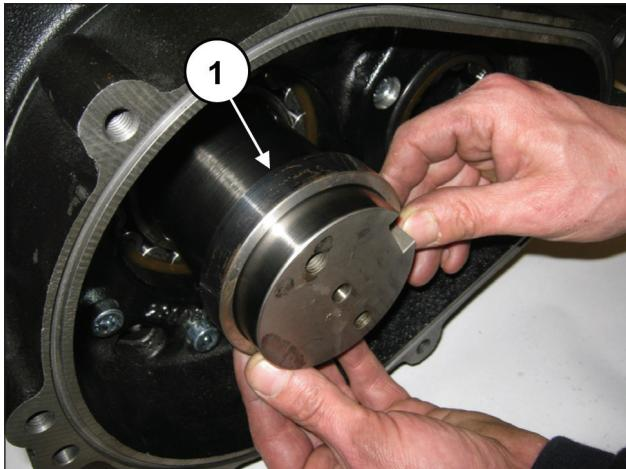
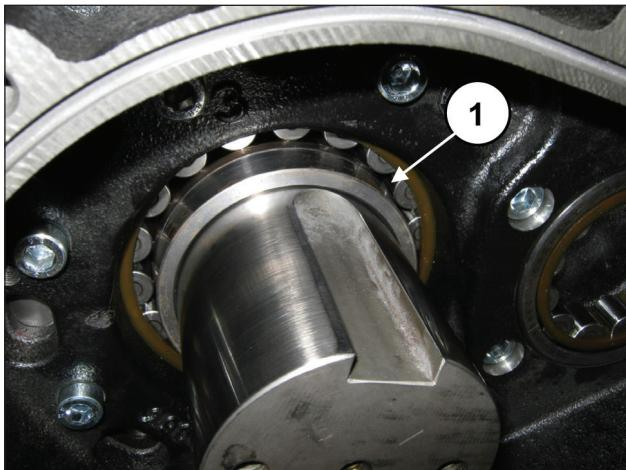

图 74
图 75
利用扭力扳手调节螺栓，如第3章“螺栓紧固的调节”所述。将冠齿轮支撑环插入曲轴柄（①, 图 74）中，直至到底（①, 图 75）。